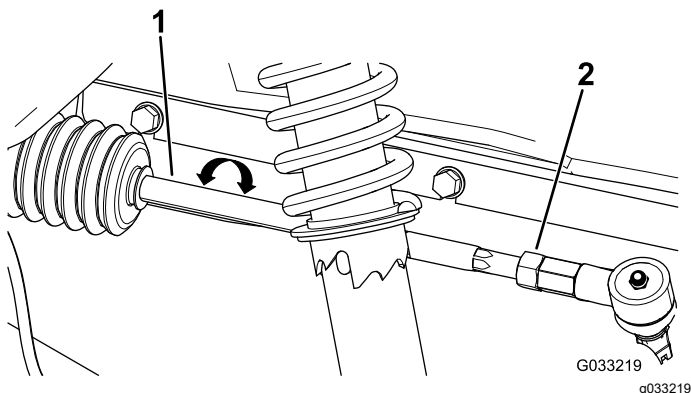

Figura 60
2. Si la distancia no es de 0–6 mm (0–¼"), afloje las contratuercas en el extremo exterior de las bielas (Figura 60).